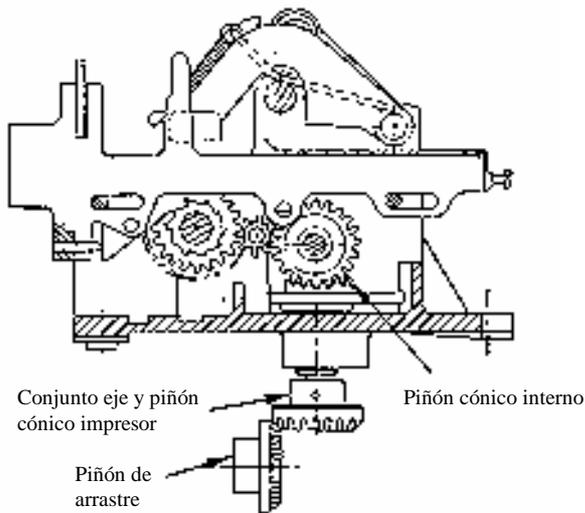
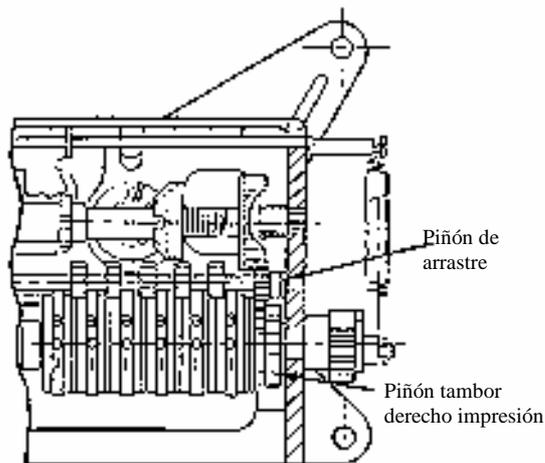

Figura 2. Tren de engranaje (arranque a cero)
Figura 3. Tren de puesta a cero (arranque a cero)
1. Accionamiento El eje, Figura 2, en la parte inferior de la impresora, se pone en marcha mediante un piñón cónico de un indicador u otro aparato. El piñón cónico y el conjunto eje giran en sentido contrario a las agujas del reloj. El piñón cónico sobre el eje engrana el acoplamiento asociado a los piñones y al engranaje del tambor derecho.
2. Puesta a cero. Durante la impresión, los tambores de impresión, figura 2, se ponen a cero mediante rotación del piñón de puesta a cero y del eje de puesta a cero, figura 3. Durante el ciclo "Print in", una vuelta completa del piñón de arrastre de puesta a cero hace que gire el piñón del eje de puesta a cero para poner a cero los tambores de impresión.
a. Dado que se gira el botón de impresión, el piñón de arrastre de puesta a cero, figura 3, realiza una vuelta completa hasta la parada. Como la plataforma de tiques adopta su posición, el pasador perfora el tique manteniéndolo en su lugar. Esta impresión se efectúa con los tambores a cero.